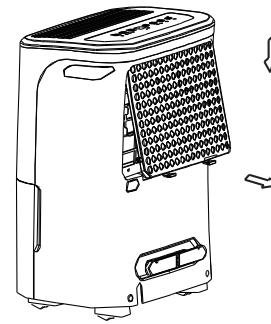

Fig. 8
- Ta tak i fliken på filteret og trekk det oppover og deretter ut, som vist på fig.8.